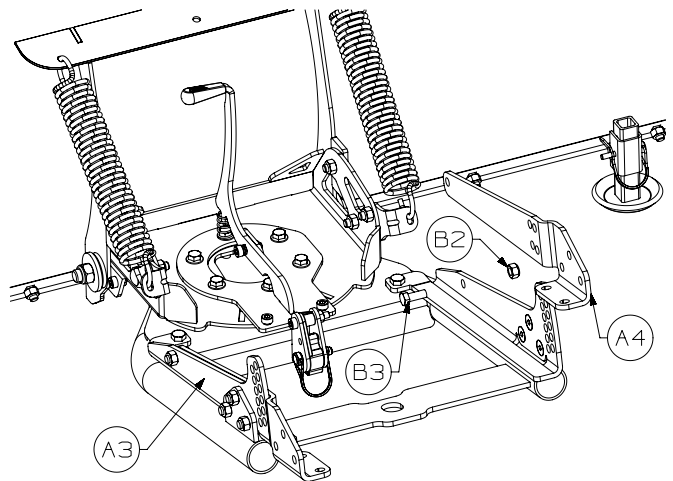

Figure 3
4. Installez les supports de montage de bride (A3, A4) à l'aide de fixations M10 (B3, B2). Ne serrez pas pour l'instant. Voir la figure 3.